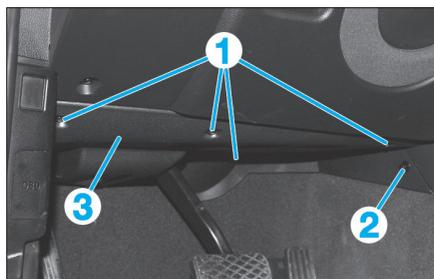

Fig. 12
- Déposer les vis (1) (Fig.12).
- Défaire le rivet expansible (2).
- Tirer la garniture (3) du pédalier en arrière.